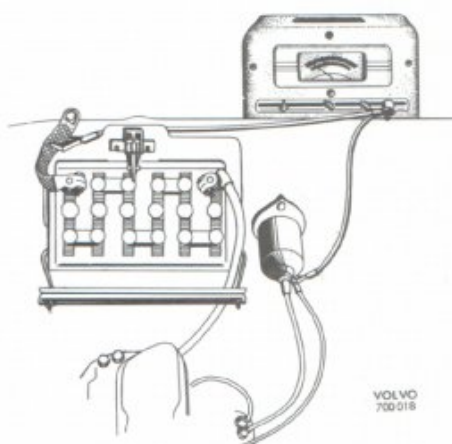

Bild 3. Varvräknare
5. Vrid stativets tapp 90° . Brotscha bussningarna som drivits in i förgasarhuset med brotsch SVO 2398 (bild 3) för Zenith och SVO 2401 för SU förgasare. Montera tätningsbrickan i Zenith förgasare med dorn SVO 2399, utanför den korta bussningen. Vrid därvid stativets tapp så att mothåll erhålles.